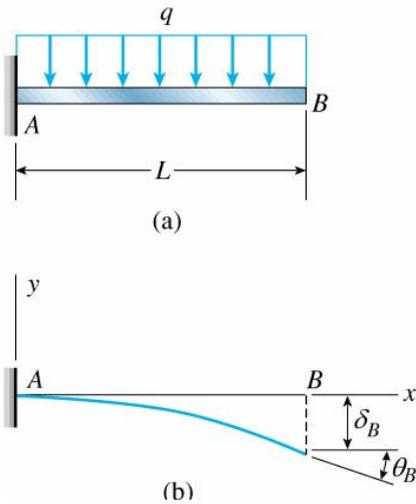

Figura 9- Deflexões de uma viga engastada com um carregamento uniforme
2. Determine a equação da curva de deflexão para uma viga engastada  $AB$  submetida a um carregamento uniforme de intensidade  $q$ , Como apresenta a Figura 9.a. Determine também o ângulo de rotação  $\theta_B$  e a deflexão  $\delta_B$  na extremidade livre, Figura 9.b. A viga tem comprimento  $L$  e rigidez constante  $EI$ .